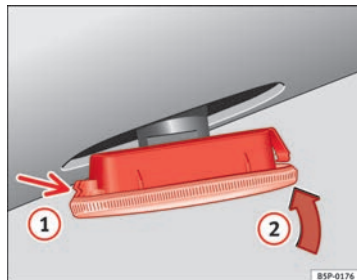

Fig. 219 Intermitente lateral
- Coloque el intermitente en primer lugar en el orificio de la carrocería, encajando las pestañas ⇒ fig. 219, flecha ①.
- Encaje la lámpara como indica la flecha ② ⇒ fig. 219.